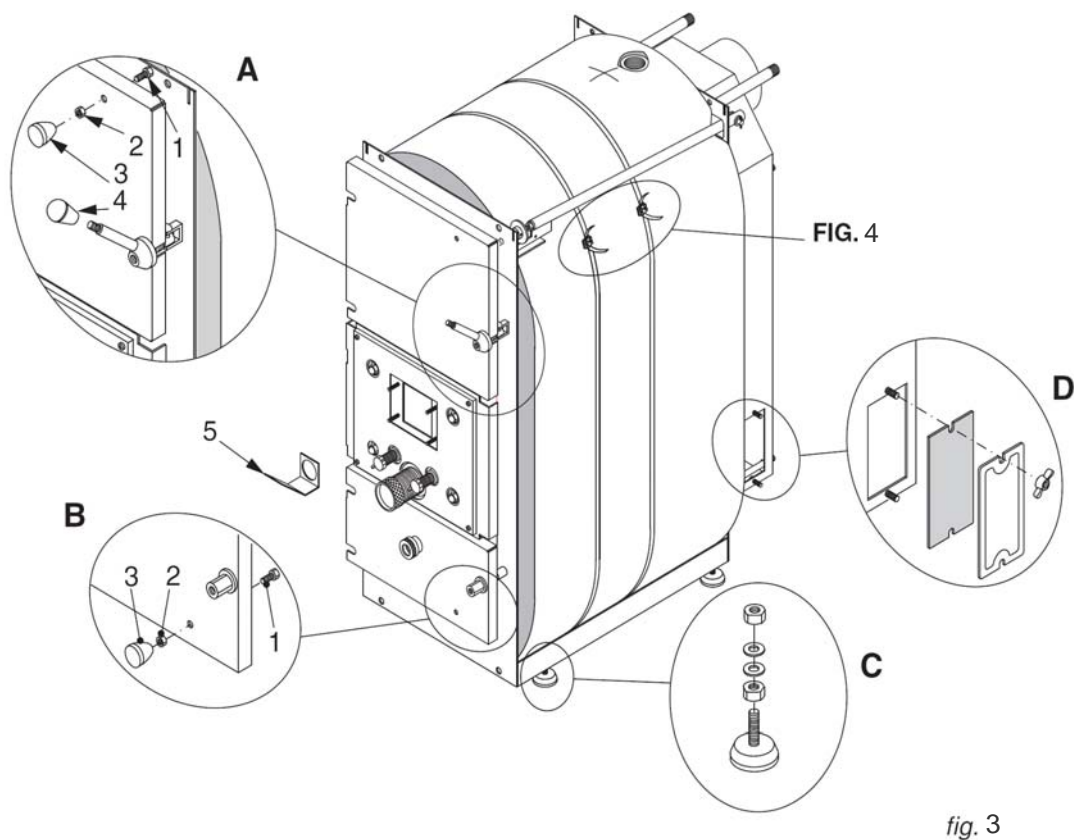

fig. 3
1. Skruva på luckhandtagen enligt A och B fig.3
4. skruva på de båda sotluckor med packning, D fig.3